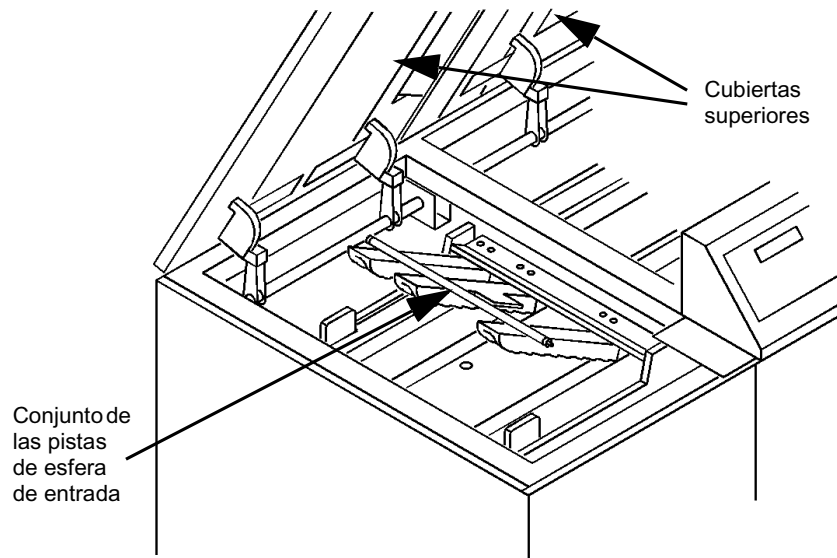

Figura 4-1: Cubiertas superiores y Pistas de esfera de entrada
- 1 Abra las cubiertas superiores de la FusionPunch II, tal como se muestra en la figura 4-1.
- 2 Abra (levante) las pistas de esfera de entrada, tal como aparece en la figura 4-1. Limpie la correa verde bajo las tres pistas de esfera, el reflector del sensor y el sensor (bajo el agujero en el plato de base) con Alcohol Isopropileno y un paño limpio y sin pelusas. Revise que no haya acumulación de polvo de papel o tóner bajo el plato de la base.